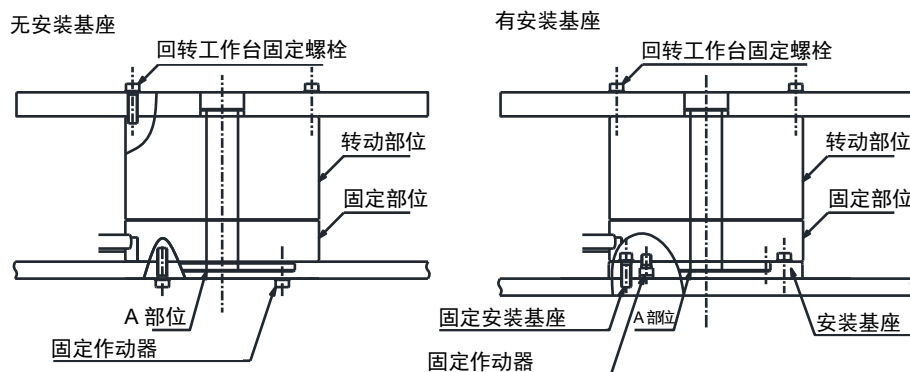

图 2.1 作动器的装配
- 在图 2.1 中所示的 A 部位，组装有实施位置检测的精密部件（解析器）。